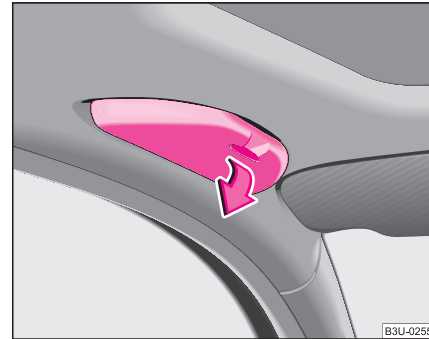

Fig. 98 Compartimentul pentru ochelari
- Compartimentul se deschide în sensul indicat de săgeată ⇒ fig. 98. ▶